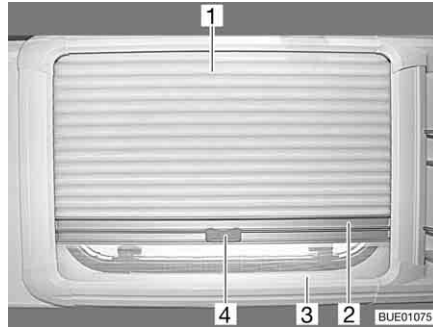

Bild 53 Överkantshängda fönster
- Ta tag i mitten på plisségardinens (Bild 53,1) list (Bild 53,2) och drag den uppifrån och ner och släpp den vid önskad höjd. Plisségardinen stannar på denna höjd.
- Drag, med handtaget (Bild 53,4) upp insektsnätet (Bild 53,3) tills det stöter mot plisségardinen (Bild 53,1).
- Drag i handtaget (Bild 53,4) på insektsnätet.